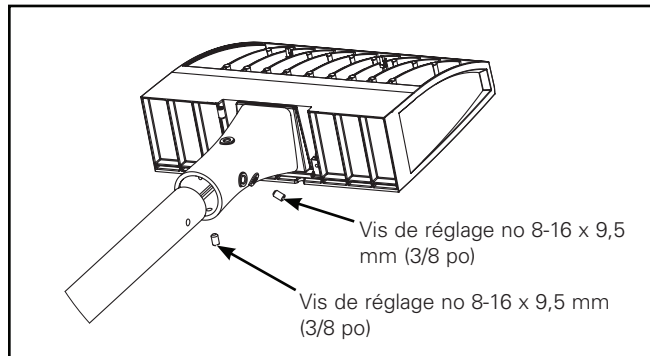
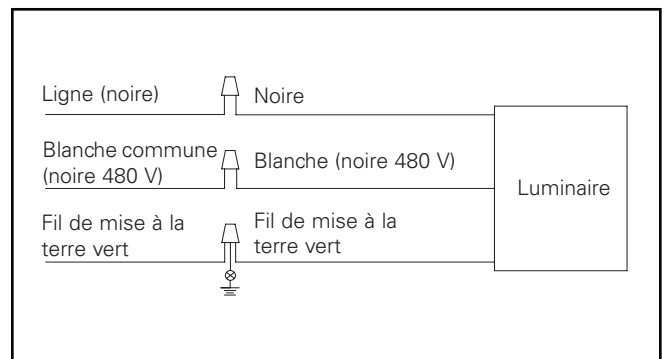

Figure 5.
Figure 7.
### Montage du poteau – Crosse (Figure 5. à Figure 7.)
1. Faire glisser l'assemblage au-dessus de la crosse (Figure 5).
4. Effectuer les branchements des fils à l'intérieur du bras de fixation. Consulter le schéma de câblage pour les connexions d'alimentation (Figure 7). Connecter les fils d'alimentation aux fils de sortie appropriés du luminaire: